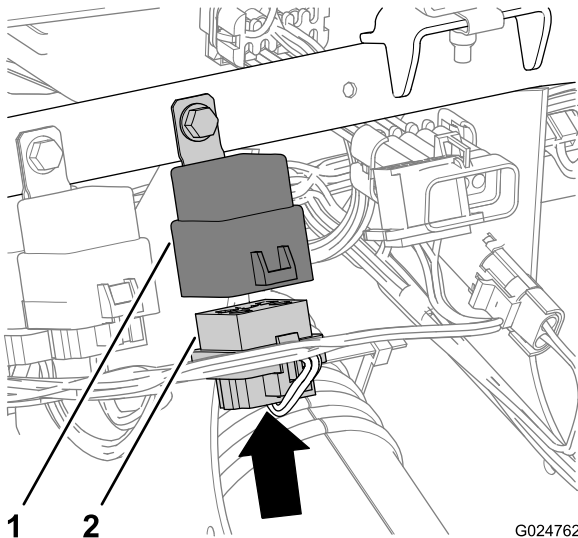

Bild 38
- Stecken Sie den 5-Buchsen-Stecker des vorderen Maschinenkabelbaums (der mit FRONT DIFF RELAY beschriftet ist) in den 5-Stift-Stecker des Relais (Bild 38).